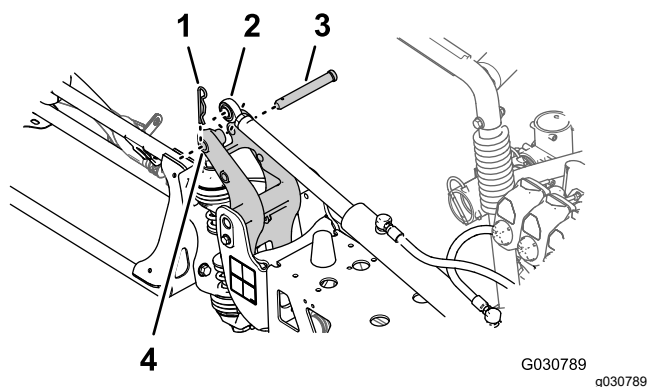

Рисунок 126
(Рисунок 126).
7. Прикрепите подъемный цилиндр к креплению оси поворота при помощи шплинтуемого штифта и шплинта (Рисунок 126), снятых при выполнении пункта 2 раздела Демонтаж подъемных цилиндров \(страница 27\).